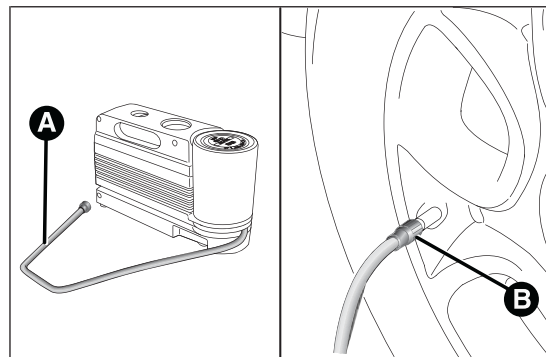

fig. 110
- ☐ **Accionar el freno de mano.** Aflojar el capuchón de la válvula del neumático, extraer el tubo flexible de llenado A fig. 110 y apretar la corona B en la válvula del neumático;